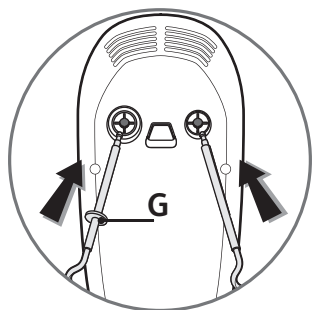

fig.1
- Вставьте ножи каждого из венчиков (B или F) или крюка (D) в специально предназначенные для этого
отверстия и зафиксируйте их. **Венчики и крюки имеют специфическую форму, крюк или венчик с устройством, предотвращающим неверное соединение (G), вставляется слева, в более широкое отверстие (Рис.1).**
• Эксплуатация на подставке (H) : (в зависимости от модели)
- Вставьте ножки каждого из венчиков (C) или крюка (E) в специально предназначенные для этого отверстия и зафиксируйте их. **Венчики и крюки имеют специфическую форму, крюк или венчик с устройством, предотвращающим неверное соединение (G), вставляется слева, в более широкое отверстие (Рис.1).**
- Установите подставку (H) на рабочую поверхность стола: